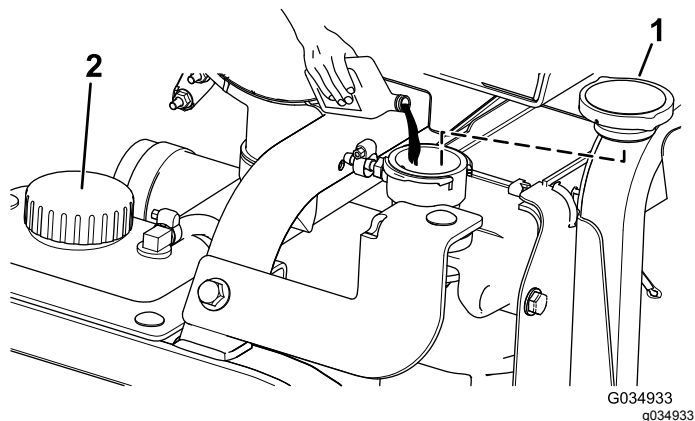

Figura 122
- 5. Riempite il radiatore con refrigerante fino a quando il livello non è pari con il bordo del foro del filtro (Figura 122).